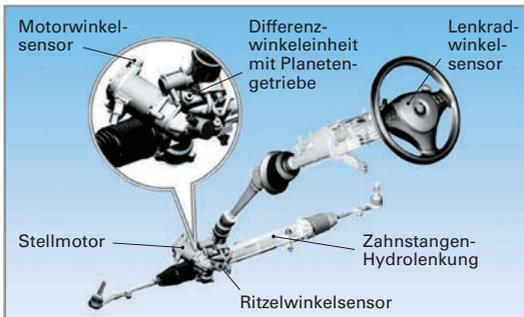

Bild 1: Aufbau Aktivlenkung
**Aufbau (Bild 1).** Sie besteht aus: